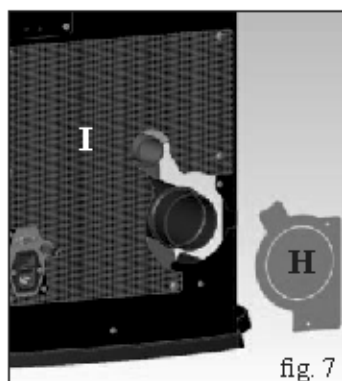
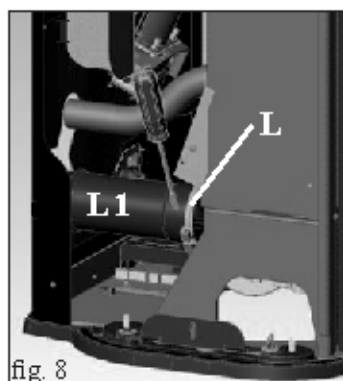

fig. 7
fig. 8
- Smontare i fianchi in vetro (H - fig. 7) rimuovendo le protezioni
- Eliminare i gommini fissati sotto le staffette, inferiori e superiori, fissaggio fianchi in vetro (I - fig. 8).
- Rimuovere il top in vetro in appoggio (H - fig. 7).
- Asportare il fianco in acciaio, fissato sulla struttura della stufa mediante 2 viti (X - fig. 7) da rimuovere, sfilandolo verso l'alto (I - fig. 8)
- Togliere il diaframma (H - fig. 7) e in caso di necessità anche il retro inferiore forato (I - fig. 7).
- Allentare la fascetta (L - fig. 8) e rimuovere il tubo uscita fumi (L1 - fig. 8).